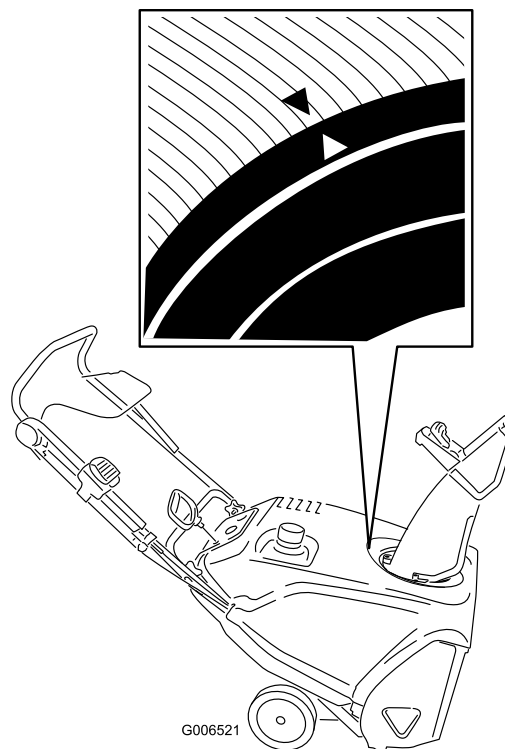

Рисунок 33
3. Поверните разгружающий спуск так, чтобы он был направлен строго вперед и стрелка на тыльной части спуска совпадала со стрелкой на кожухе (Рисунок 33).